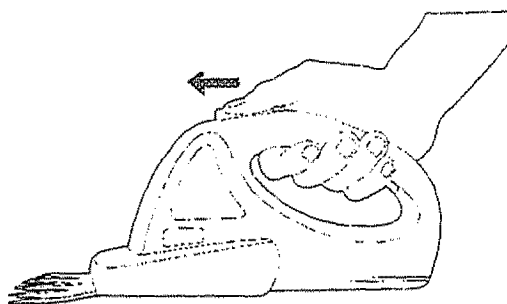

Figura 1.
4. **Para encender (ON) la herramienta** deslice hacia ADELANTE el interruptor de seguridad en el mango utilizando el pulgar. Manténgalo hacia ADELANTE momentáneamente, y presione el interruptor de gatillo (localizado debajo del mango). Ver Figura 1.